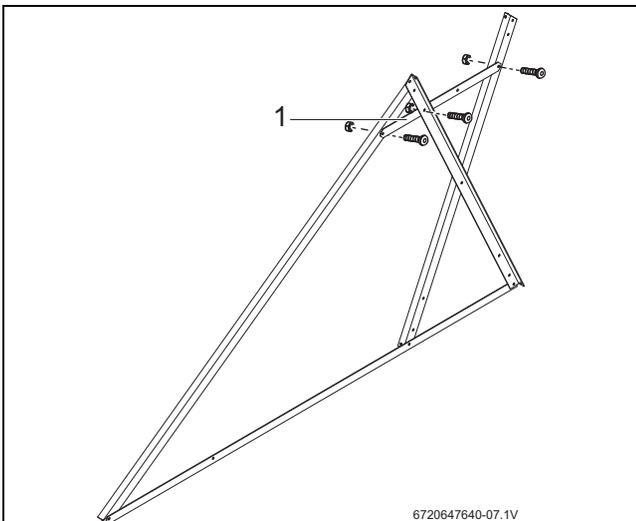

Fig. 20 Montar la barra transversal
- ▶ Atornillar la travesía (Fig. 20, [1]) a los dos perfiles de soporte del acumulador y al perfil de soporte del colector.